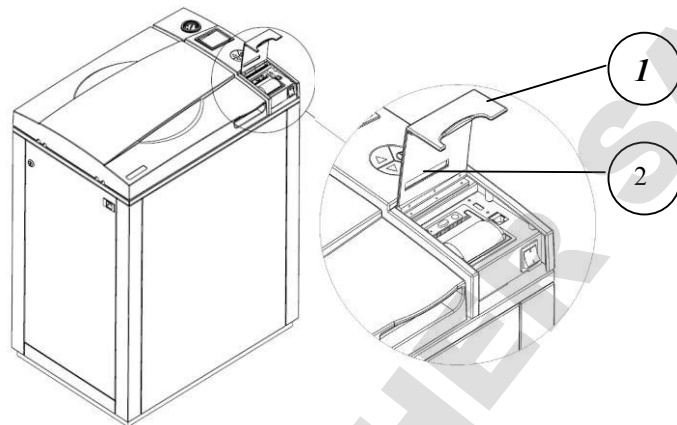

Fig. 2
1. Ouvrez la porte du couvercle de l'imprimante (1) en le relevant (voir Fig. 2).
6. Fermez la porte du couvercle de l'imprimante (1) en l'abaissant, l'extrémité du papier émergeant de la fente (2) (voir Fig. 2).